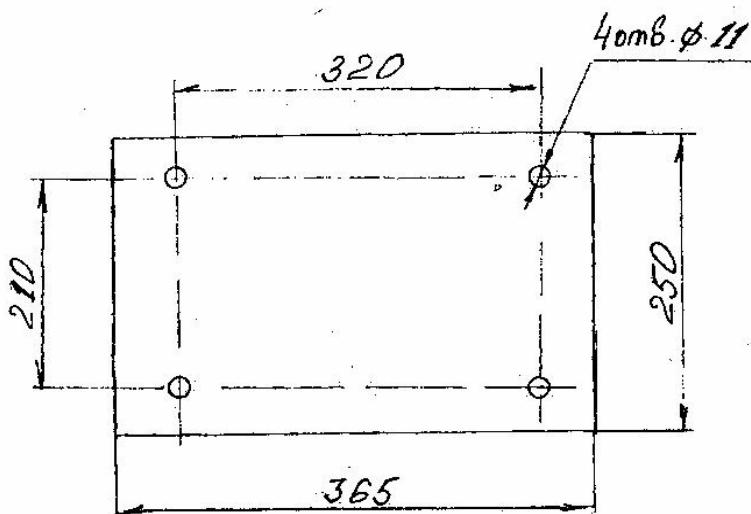

Рис.2
- 10.3. Установить станок на поверхности стола. Станок крепится болтами М10 через отверстия в нижней плите корпуса. Схема расположения отверстий – рис.2.